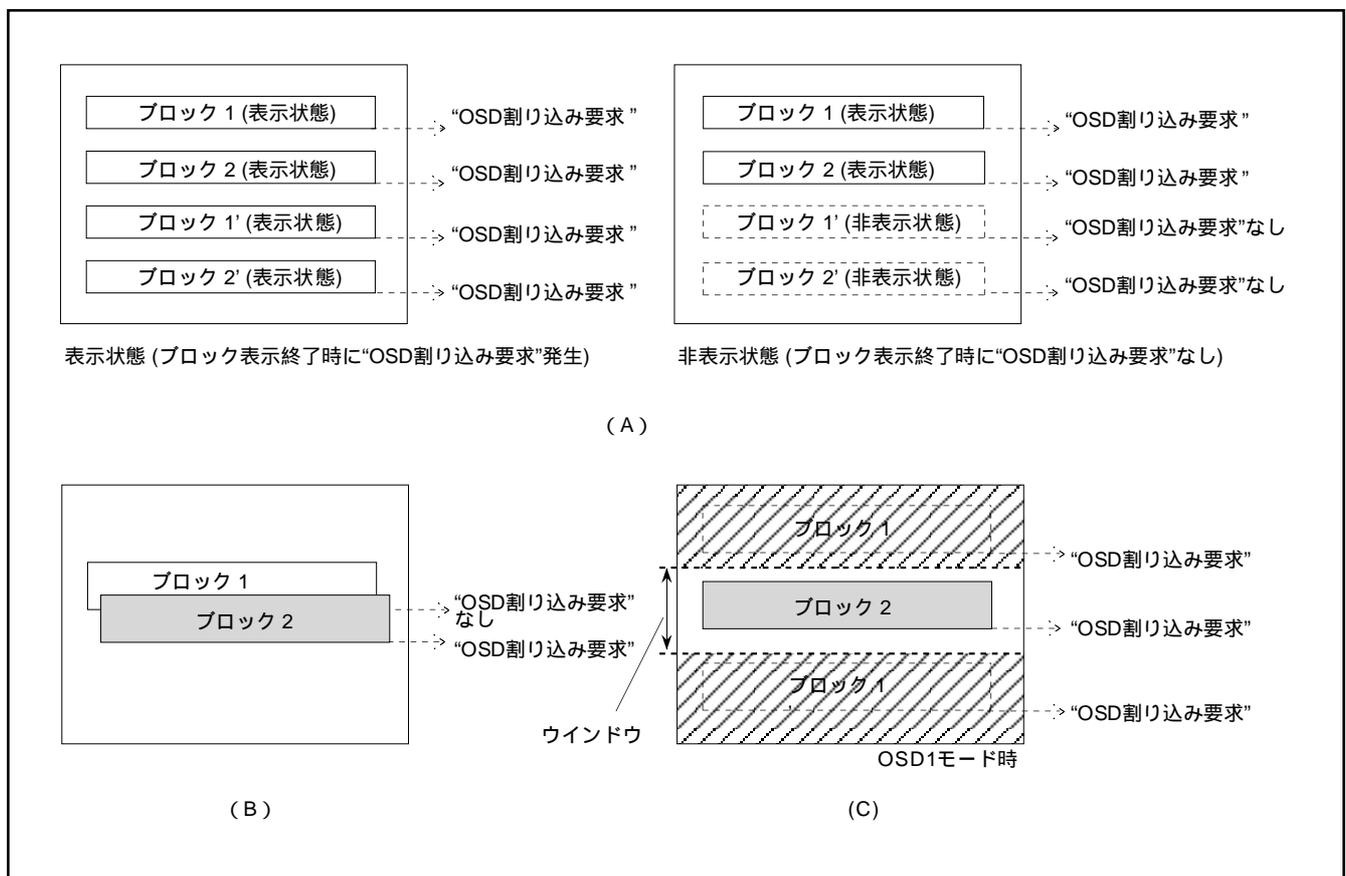

図8.10.24 OSD 割り込み発生時の注意点
- 注1. ブロック表示終了時に発生する“OSD 割り込み要求”は、ブロックを表示していない場合は発生しません。つまり、ブロックコントロールレジスタi(00D216, 00D316番地)の表示制御ビットの設定によってブロックの表示がオフ(非表示)状態であれば、“OSD 割り込み要求”は発生しません(図8.10.24のA参照)。
2. 1つのブロック表示中に他のブロックの表示開始位置がきた場合は、割り込み要求は途中から表示したブロックの表示終了時に1回だけ発生します(図8.10.24のB参照)。
3. ウィンドウを設定した画面で、ウィンドウ外にあるOSD1モードブロック(表示OFF)が表示終了した時点でも“OSD 割り込み要求”は発生しません(図8.10.24のC参照)。